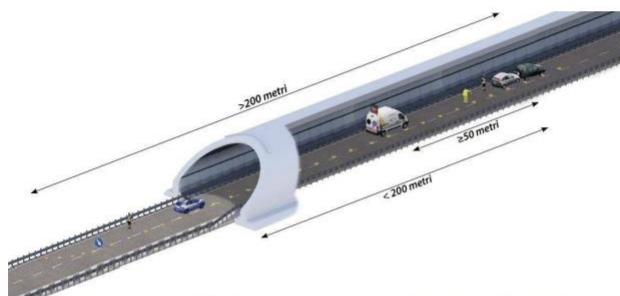

Figura 36: Evento improvviso/direttamente rilevato in galleria - Primo intervento Viabilità – Comb. A
- la pattuglia si ferma prima dell'imbocco in galleria in corsia di sorpasso e uno degli operatori anticipa il segnalamento, a una distanza di circa 200 metri dall'evento in corsia di sorpasso; ove necessario, il personale sul posto si coordina per disporre la chiusura della corsia interessata dall'evento tramite il segnalamento d'emergenza in dotazione (cfr. figura 36);